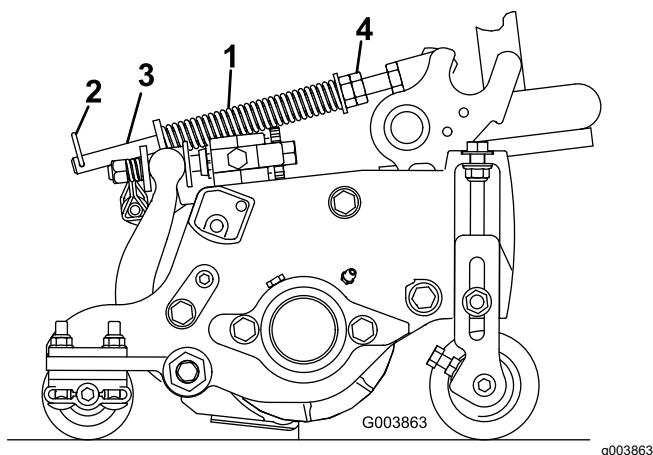

Figure 53
Le ressort de compensation (Figure 53) transfère le poids du rouleau avant au rouleau arrière. Cela évite la formation d'ondulations à la surface de la pelouse.
1. Vérifiez que la goupille fendue est insérée dans le trou arrière de la tige de ressort (Figure 53).
2. Serrez les écrous hexagonaux à l'extrémité avant de la tige de ressort jusqu'à ce que la longueur du ressort comprimé soit égale à 16 cm ; voir Figure 53.